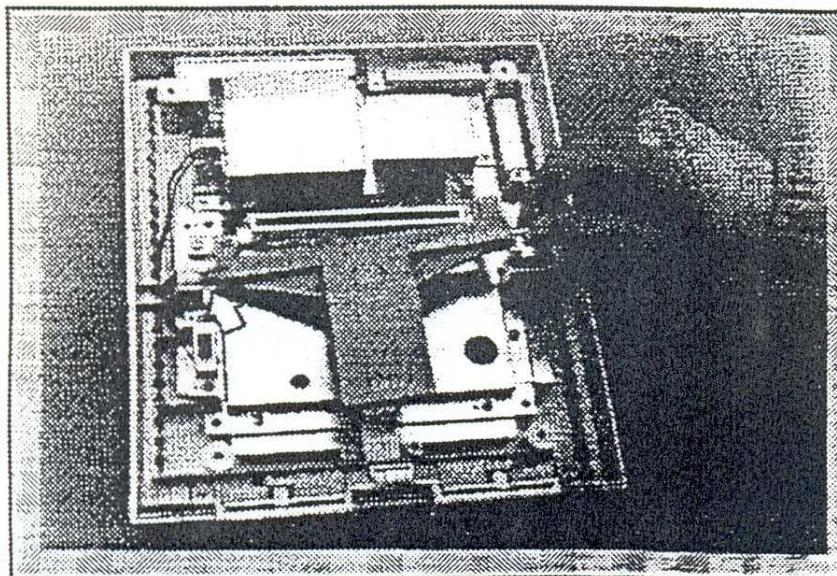

Fig. 6
3. **Mecanismo Ejetor do Cartucho:** Levante a barra do ejeter que apóia o mecanismo, para o seu lado, e puxe-o então para fora para direita. Levante o mecanismo para fora da unidade (Fig. 6).